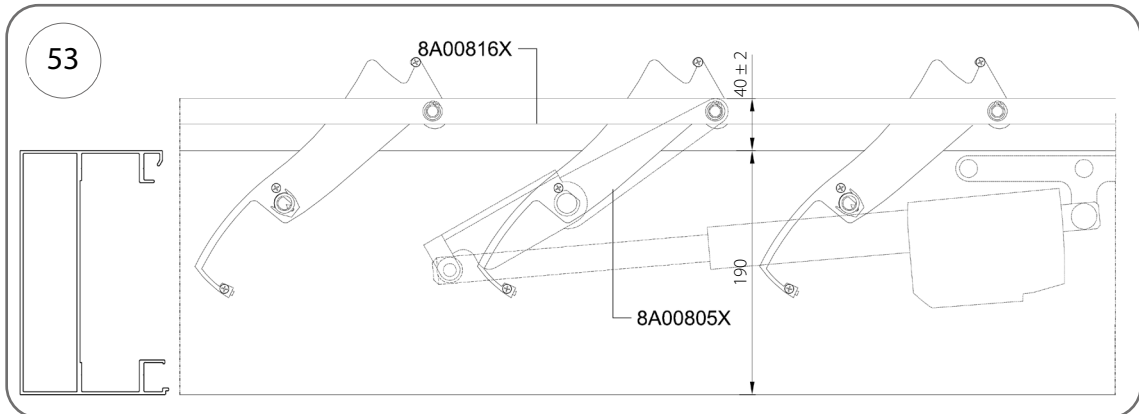

Abb. 53
2. Die Endposition „geschlossen“ gemäß Abb. 53 einstellen.